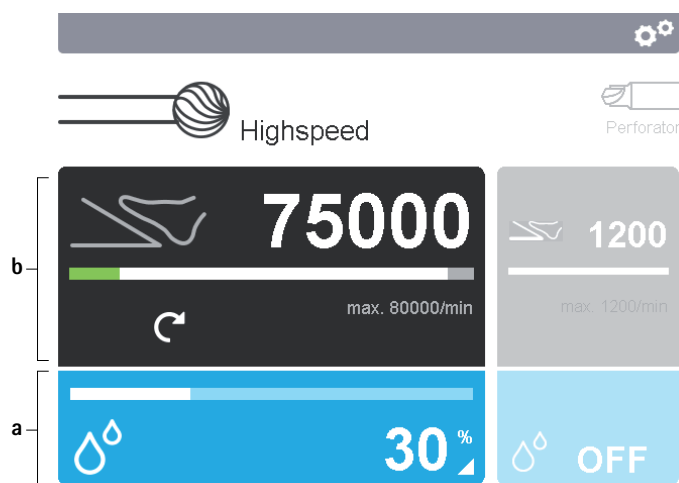

Fig. 5 Aktivera manöverfält
- Ändra inställningsparametrarna för användningsdelen: Aktivera manöverfältet för användningsdelen **a** i displayen **2**, se Fig. 5.